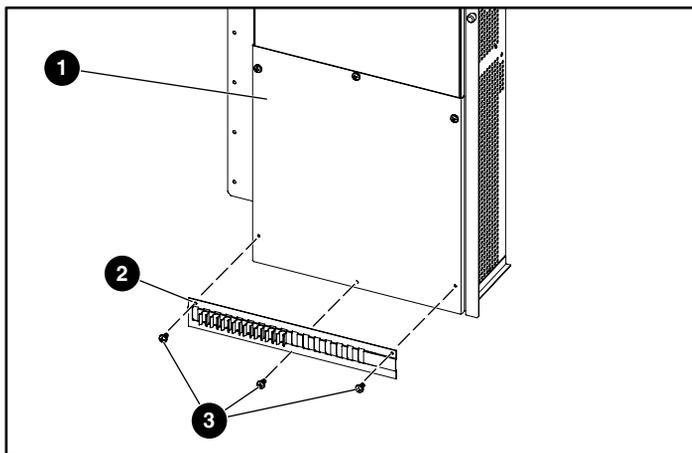

Figura 16: Instalación de la grapa de cable inferior
❶ Tornillos
❷ Grapa de cable superior
4. Instale la grapa de cable inferior en la cubierta electrónica con los tres tornillos que quitó anteriormente (consulte la Figura 16).